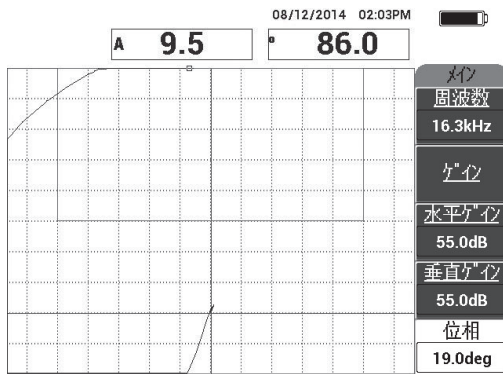

図 6-66 ドットを上方に動かすための位相の調整
2. プローブを空中に持ち上げて、基本メニューキー（）を押し、XY ビューでドットが上方に動くように**位相**（E キー）を調整します（182 ページの図 6-66 参照）。